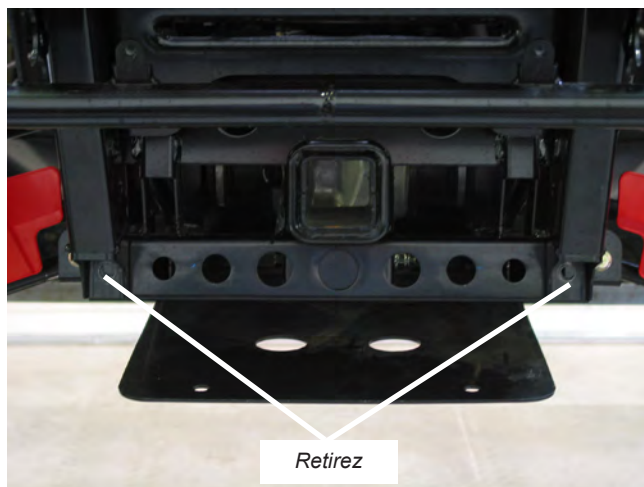

Figure 2
2. Retirez les fixations de pare-chocs inférieures M12. Retirez (2) vis de la plaque de protection. Voir la figure 2.